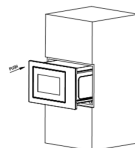

Fig 1
1. Помістіть мікрохвильову піч у вбудовану шафу та засуньте її до кінця. (Рис. 1)